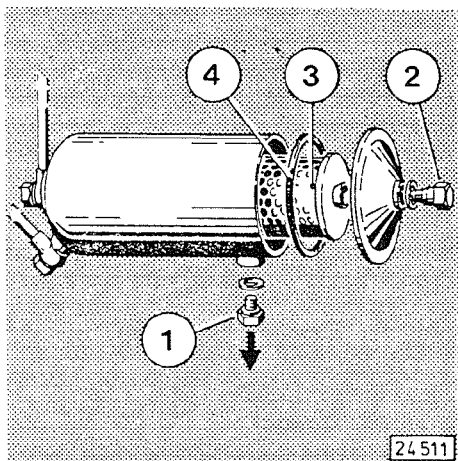

Рис. 33
1. Вывернуть маслоспускную пробку 1 (рис. 33) и слить масло.